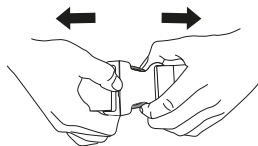

fig.13
- Suelte la hebilla de la correa de cintura (véase la fig.13).